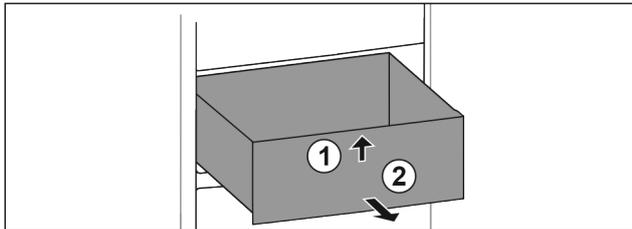

Fig. 56
- Schubfach vorne anheben. Fig. 56 (1)
- Schubfach nach vorne entnehmen. Fig. 56 (2)